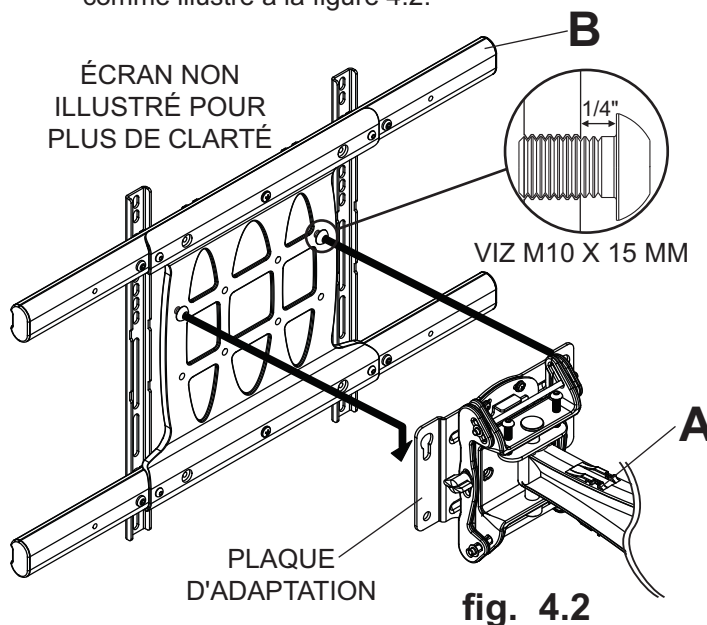

fig. 4.2
Accrochez les vis M10 x 15 mm sur les trous en forme de serrure de la plaque d'adaptation (A) comme illustré à la figure 4.2.